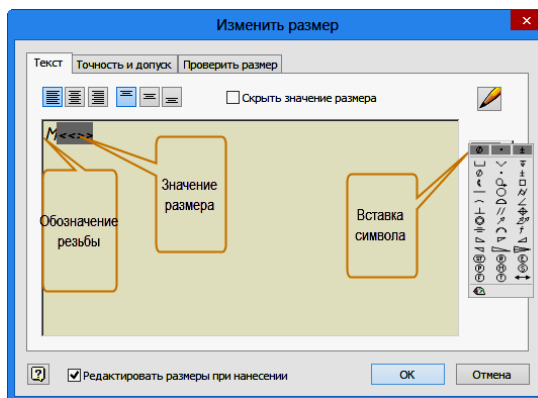

Рис. 3.105. Окно «Изменить размер»
18. Введите дополнительную информацию (обозначение резьбы, значок диаметра и т.д.) в окно «Изменить размер» (рис. 3.105).